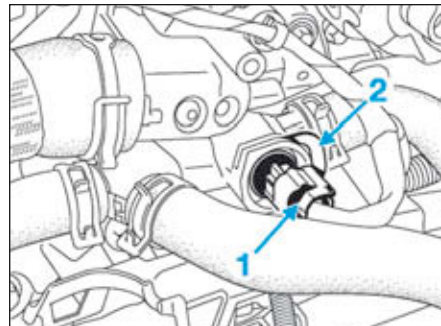

FIG.124
- Débrancher le connecteur électrique (1) (Fig.124) du capteur de température d'eau.
- Déposer l'agrafe (2) du capteur de température d'eau.